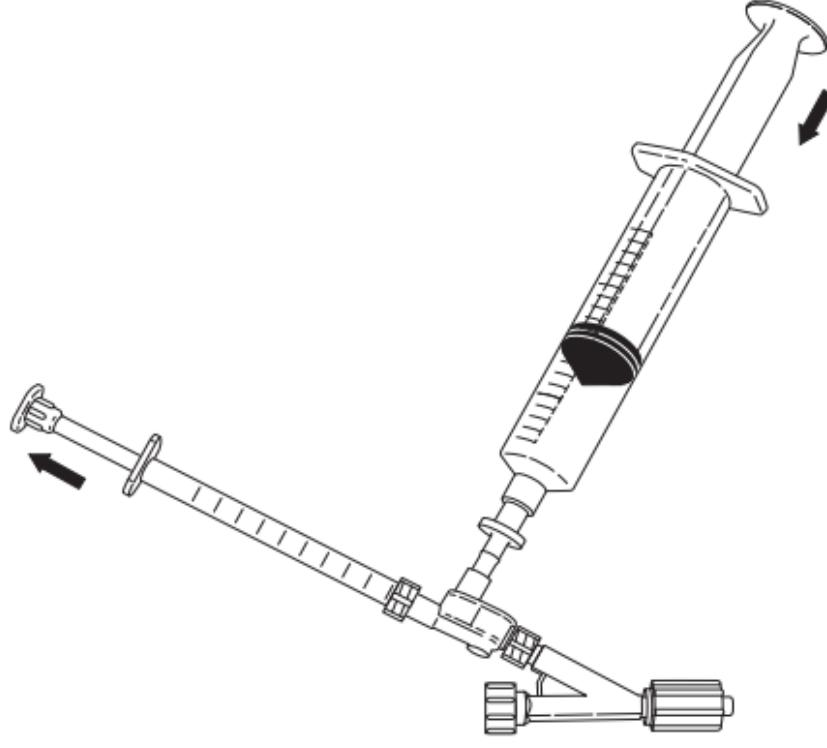

図4
6. 注入ポートに1 mlシリングを取り付けて溶液を0.5 ml吸引します。1 mlシリングをはずし、シリングから気泡をすべて追い出します。1 mlシリングを再び取り付ける前に、注入ポートで溶液が盛り上がるよう20 mlシリングを少し押し込んで、注入ポートを満たします。1 mlシリングを注入ポートに再び取り付けます。(図4)